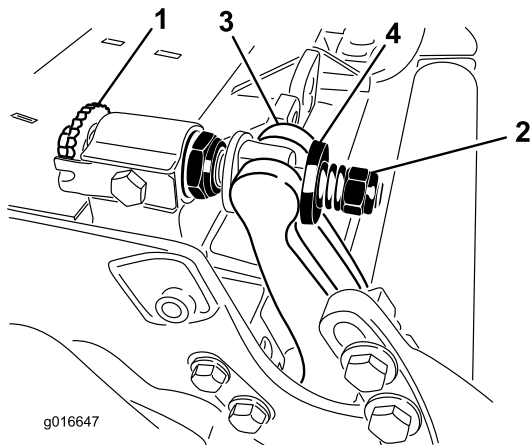

Bild 28
1. Drehen Sie die Einstellschrauben des Untermesserträgers nach links, um den Abstand zwischen Untermesser und Spindel zu vergrößern (Bild 28).
2. Drehen Sie die Federspannungsmutter so weit hinaus, bis die Scheibe nicht mehr gegen den Untermesserträger angespannt ist (Bild 28).